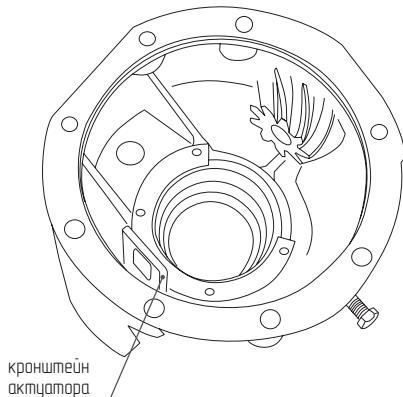

Рис. 3
3. Поставьте корпус подшипника [2.1] на дно картера моста. Расположите его таким образом, чтобы кронштейн актуатора располагался свободно в нише с заливной пробкой (**Рис. 3**):